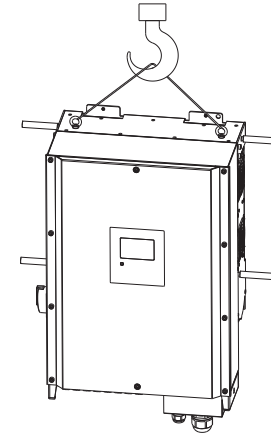

图3-4
2. 将逆变器挂在壁挂架上悬挂时请保持逆变器平衡（如图3-4）；